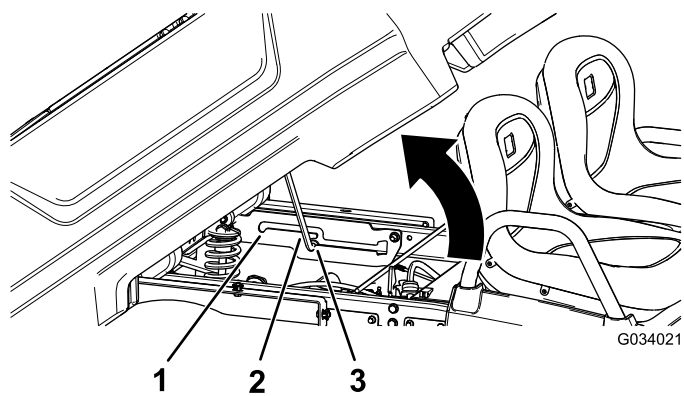

図 12
2. 支え棒を整備位置の固定スロットにはめ込んで荷台を固定する 図 12。
2. 荷台の底部のスロットにはめ込んであった支え棒を外す 図 12。